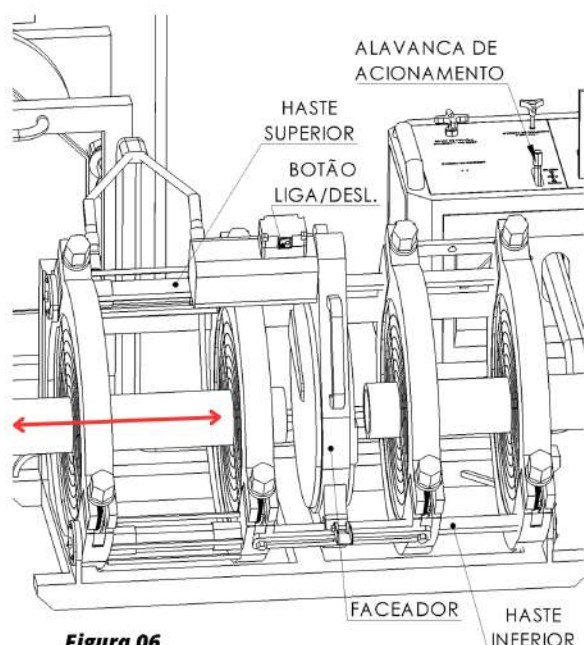

Figura 06
- Com os tubos fixados nos suportes, encaixe o Faceador entre os dois tubos, conforme **Figura 06**.